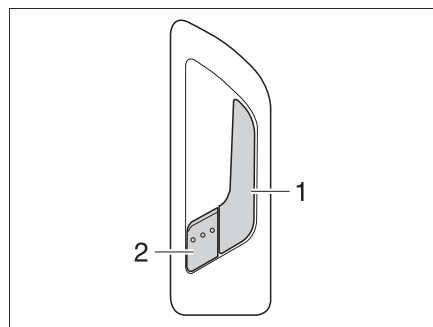

Fig. 41 Serrure de la porte cellule, à l'intérieur
- Tirer sur la poignée (Fig. 41,1). La serrure de la porte est déverrouillée. Le levier de sécurité (Fig. 41,2) ressort automatiquement.
- Appuyer sur le levier de sécurité (Fig. 41,2).